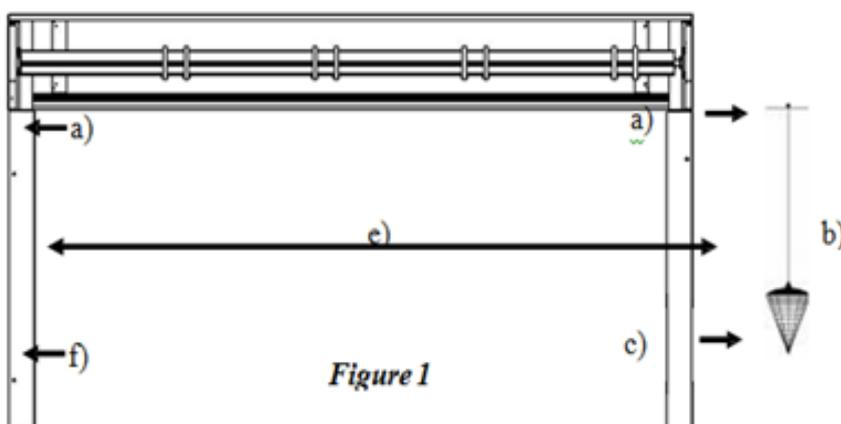

Figure 1
- Percez les fixations du haut sur les coulisses de gauche et de droite, les fixer et les caler si besoin (*figure 1*).
- Vérifiez l'aplomb latéral de la coulisse de droite (*figure 1*) et le repérer par traçage.
- Vérifiez le parallélisme des coulisses (*figure 1*) et le repérer par traçage.
- Percez le mur (foret Ø 6mm) dans la réservation prévue dans le caisson à gauche et à droite. (Figure 1)
- Fixez le caisson au mur à l'aide de 2 vis TF 4.5 x 60 (Figure 1)
- Percez (foret 5 mm) le mur et la tôle tous les 50 cm, dans la gorge au-dessus du pli de renfort en partie basse (Figure 1)
- Insérez les chevilles dans les trous de fixation (chevilles non fournies) (Figure 1)
- Fixez la tôle à l'aide des vis 4 x 30 (Figure 1)